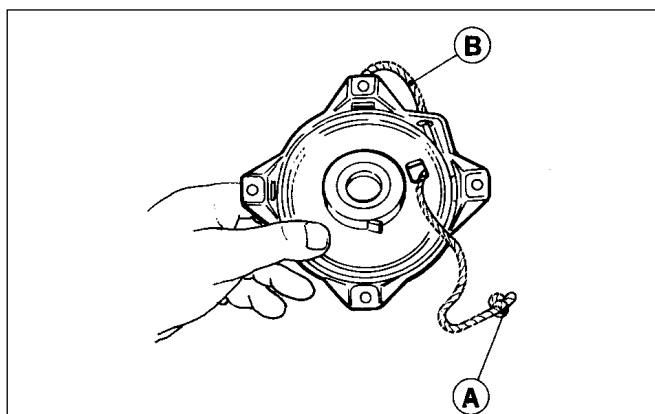

Abb. 3
Lösen Sie die Federspannung. Ziehen Sie das Zugseil ein kleines Stück heraus und sichern Sie die Seilrolle. Lösen Sie den Knoten oder entfernen Sie die Griffhalteklammer und nehmen Sie die Seilrolle heraus (Abb. 3).
- Ziehen Sie die Seilzugrolle durch Drehen im Uhrzeigersinn fest auf und lassen Sie sie ein Stück abwickeln, bis sich das Loch in der Seilrolle mit der Gehäuseöse auf einer Linie befindet. Sichern Sie die Seilrolle, bringen Sie Zugseil und Griff wieder an und lösen Sie die Seilrolle wieder (Abb. 3).